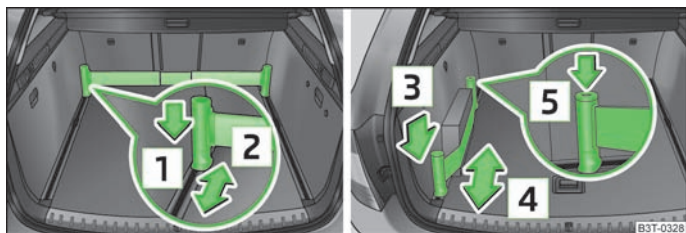

Abb. 77 Teleskopstange und Spanngurt
- › Den oberen Teil des Halters in Pfeilrichtung **[1]** drücken » Abb. 77 und gleichzeitig in die gewünschte Position in Pfeilrichtung **[2]** schieben.
- › Den Halter in Pfeilrichtung **[3]** drücken » Abb. 77 und gleichzeitig in die gewünschte Position in Pfeilrichtung **[4]** schieben.
- Der Spanngurt kann durch Drücken der Taste **[5]** auch vollständig aufgerollt werden » Abb. 77.